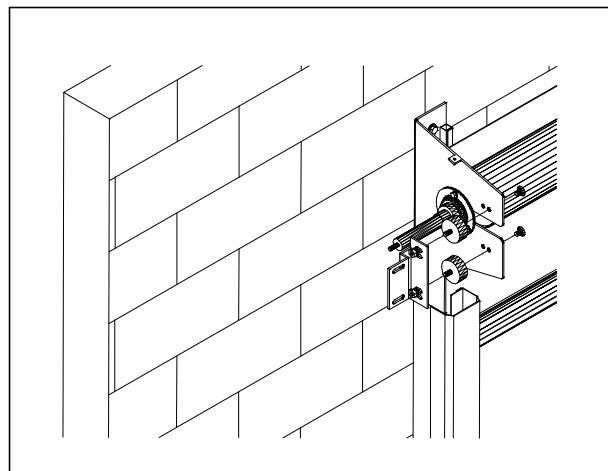

Figura 28
2. Instale os coxins e o suporte na flange referente ao lado do motor. (Veja figura 28)